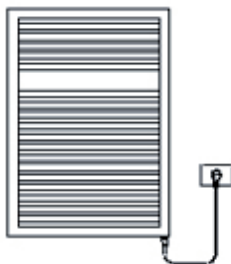

Fig. 2b
- Esempio di corretta installazione dello scalda salviette con il TH-MIN (Fig. 2b).